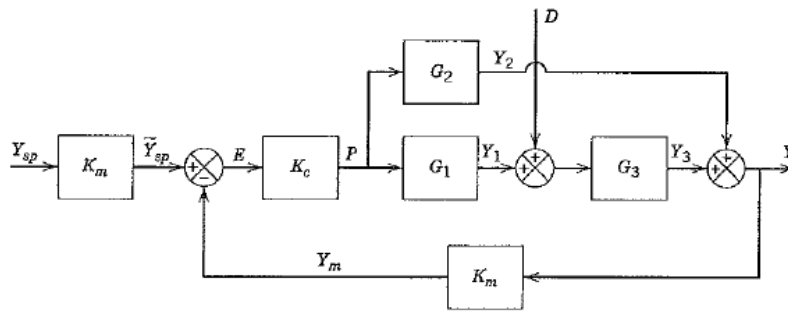

Figura 8: Diagrama de blocos.
10. O diagrama de blocos de um sistema em malha fechada é mostrado na Figura 8